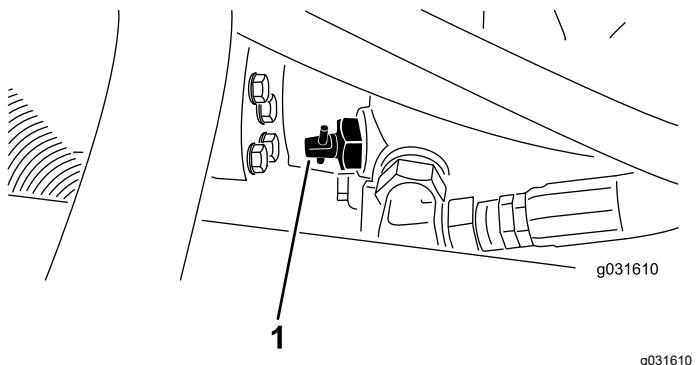

Figura 30
1. Localice la válvula de desvío en la bomba (Figura 30) y aflojela girándola 90° (1/4 de vuelta).